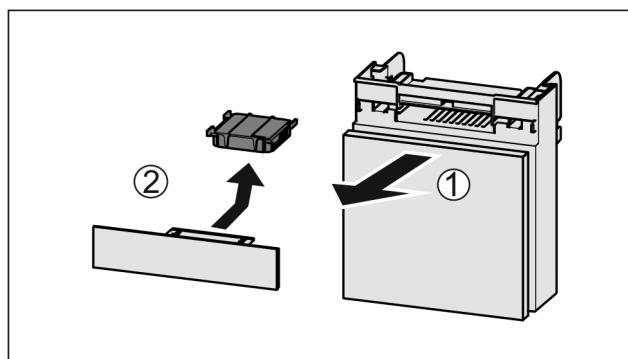

Fig. 172
- Издърпайте Fig. 172 (1) напред от отделението.
- Извадете Fig. 172 (2) филтъра с активен въглен.